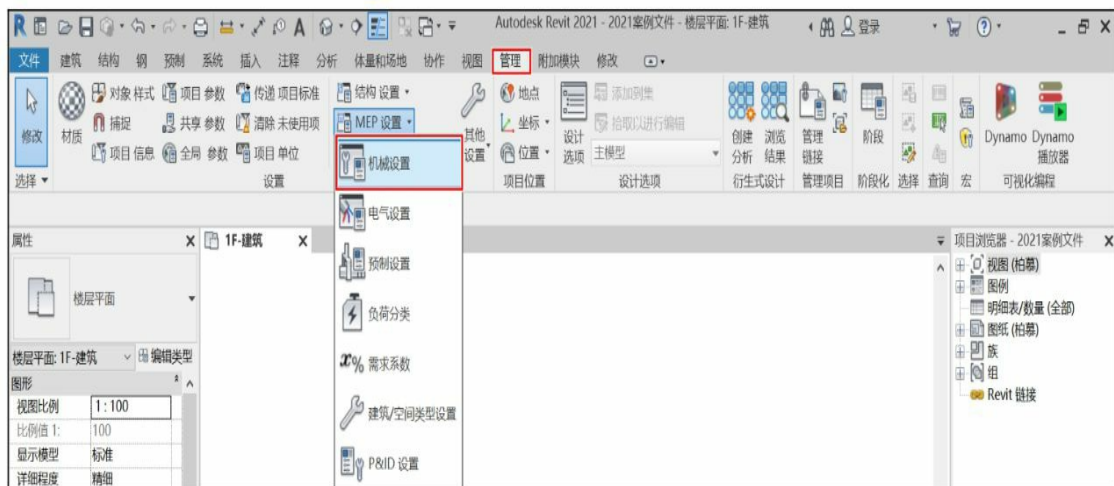

图2-3
- 单击功能区中的“管理”选项卡>“MEP设置”下拉列表>“机械设置”，如图2-3所示。